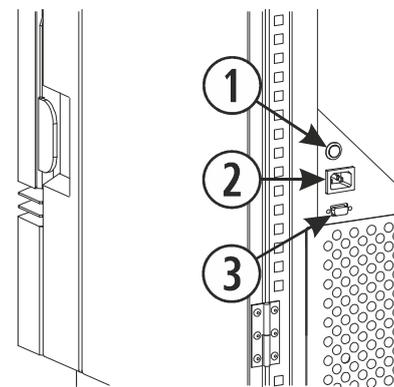

Figura 12
- ECO III: Na ligação de corrente da estufa (figura 12).